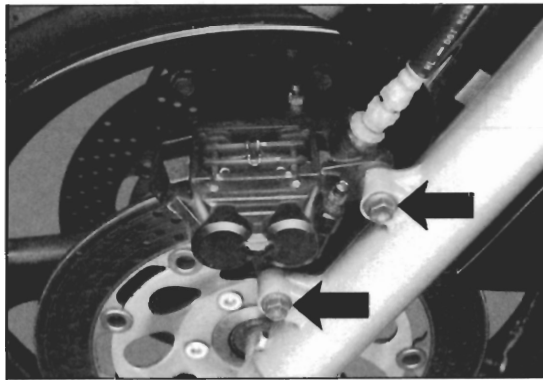

Bild 291
- Befestigungsschrauben (Bild 291) ausdrehen und Bremssattel von Tauchrohr abnehmen.